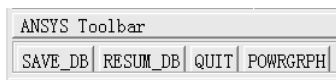

图 10-13 工具条
(2) 单击 “Glue Areas” 窗口上的 “Pick All” 按钮, 将所有的型钢组件 “焊接在一起”。注意: 因为模型比较大, 这个过程会耗时几十秒。耐心等待! 同时, 注意观察型钢连接处的处理技巧。
(3) 单击操作界面左上角工具条中的 “SAVE\_DB” 按钮 (见图 10-13), 保存文件。如果看不到 “SAVE\_DB” 按钮, 可以先单击一下 “ANSYS Toolbar”。